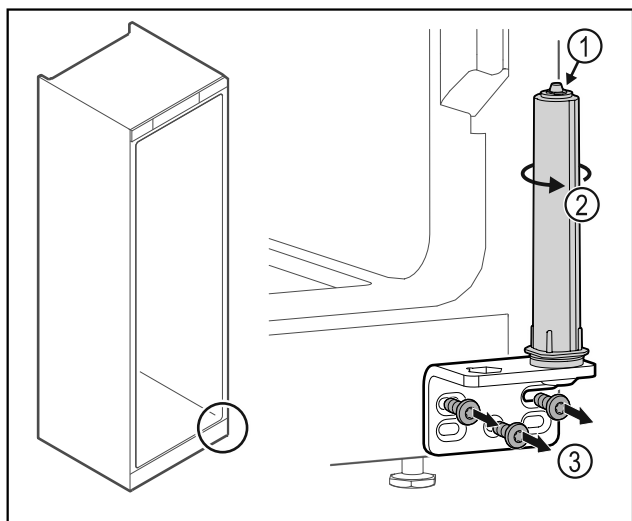

Fig. 31
- Mos e zbërtheni sistemin e mbylljes së derës Fig. 31 (1).
- Rrotulloni sistemin e mbylljes Fig. 31 (2) derisa të kërçasë.
- Lironi vidat e profilin të menteshës Fig. 31 (3).